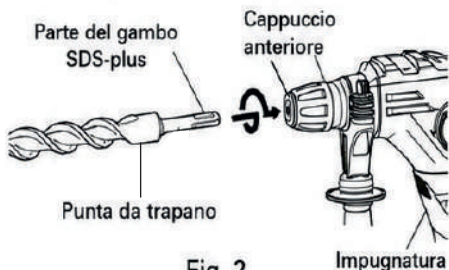

Fig. 2
### 6. Montaggio della punta (Fig. 2)
- (1) Pulire la parte del gambo della punta da trapano.
- (2) Inserire la punta da trapano nella mandrino con movimento di rotazione fino a quando si blocca in posizione. (Fig. 2)